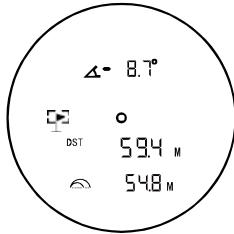

Рисунок 4
**Захват флагштока.** В режиме корректировки траектории нажмите и удерживайте кнопку **ВКЛЮЧЕНИЯ/ИЗМЕРЕНИЯ** в течение 3 секунд, затем немного поддвигайте прибор вправо и влево, пока расстояние до флагштока не будет определено и показано на дисплее (рис. 4). После захвата флагштока прибор начнет вибрировать.